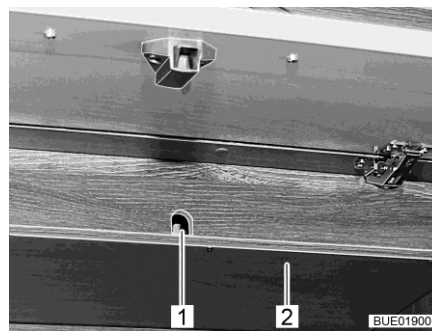

Fig. 216 Portillon sur le meuble haut
- Retirer le cache (Fig. 216,2) sous l'ouverture d'accès (Fig. 216,1) à la manivelle.